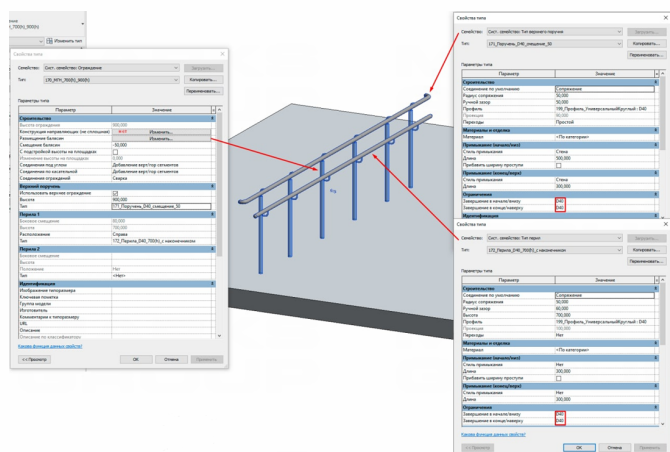

Рисунок 8. Настройка непрерывного поручня
- Во вкладке "*Строительство*" (см. Рисунок 8) можно настроить основные параметры. Поставьте "*Сопряжение*" в параметре "Соединение по умолчанию", чтобы отредактировать следующий параметр "*Радиус сопряжения*" и сделать переходы между сегментами плавными.
- Во вкладках "*Примыкание*" (см. Рисунок 8) можно настроить огибания в концах поручня.
- Во вкладке "*Ограничения*" (см. Рисунок 8) можно добавить завершающие элементы.